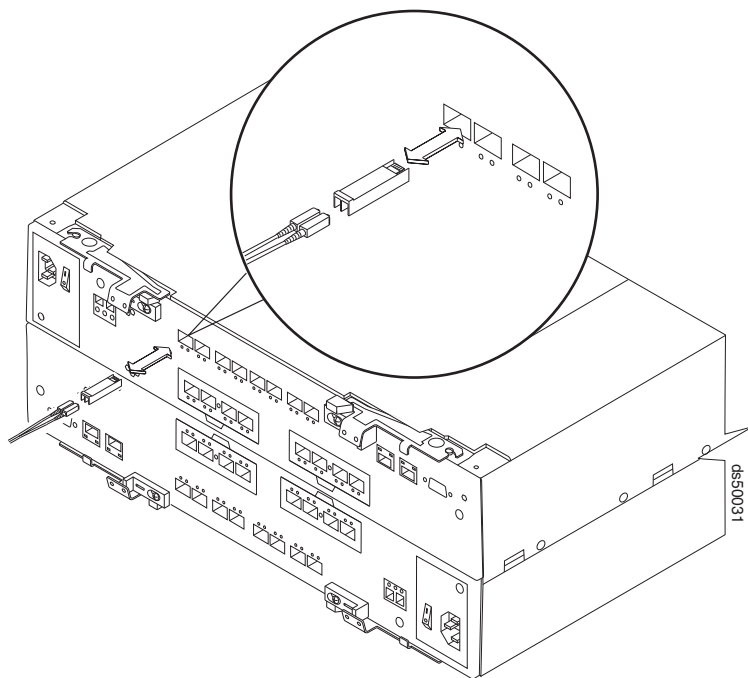

图 138. 更换 SFP 或 SFP+ 模块
6. 从 SFP 模块断开接口电缆的连接。（图 138 显示 SFP 模块、接口电缆和控制器的背面。）
5. 从 SFP+ 模块断开接口电缆的连接。（第 206 页的图 138 显示了 SFP+ 模块、接口电缆和控制器后部。）